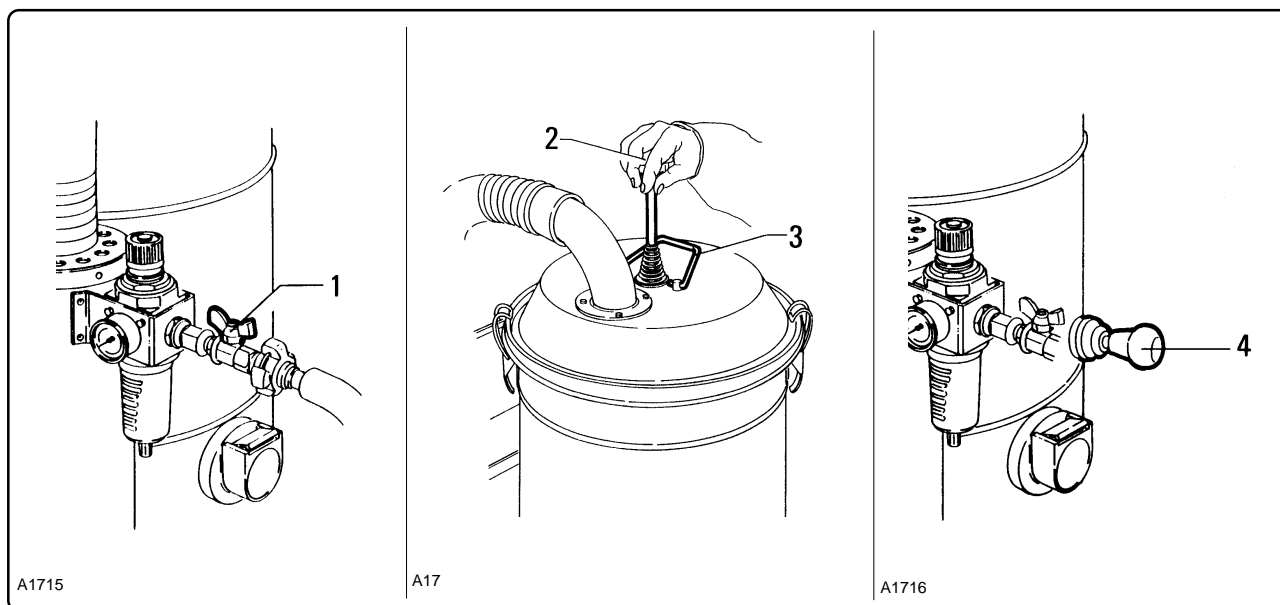

Fig. 6.5.1
(fig. 6.5.1)
- Sollevare ed abbassare il pomello "2" (fig. 6.5.1) con una certa energia a più riprese in modo da staccare la polvere dal filtro. Nella versione provvista di filtro assoluto, agire sul pomello scuotifiltro "4".
- *Strongly lift and lower knob "2" (fig. 6.5.1) several times in order to detach the dust from the filter.*